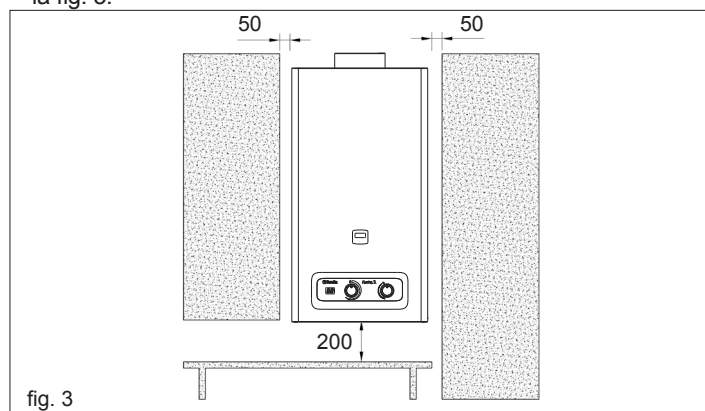

fig. 3
- Pour permettre les opérations d'entretien il est indispensable de laisser autour de l'appareil les distances minimums indiquées dans la fig. 3.
- Le chauffe-bains ne doit jamais être fermé hermétiquement dans un meuble ou dans une niche mais un afflux d'air adéquat doit être prévu (fig. 3).